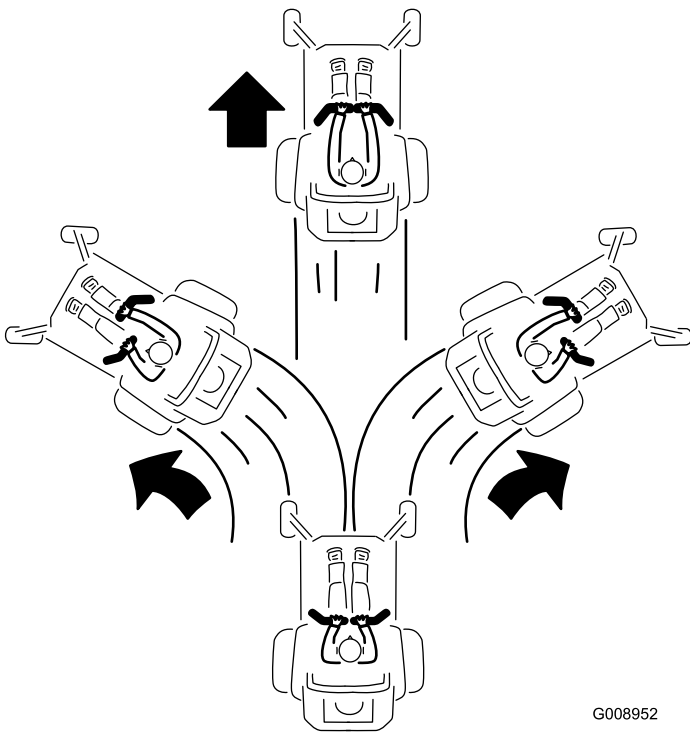

Figura 23
3. Para ir hacia adelante, empuje lentamente las palancas de control de movimiento hacia adelante (Figura 23).